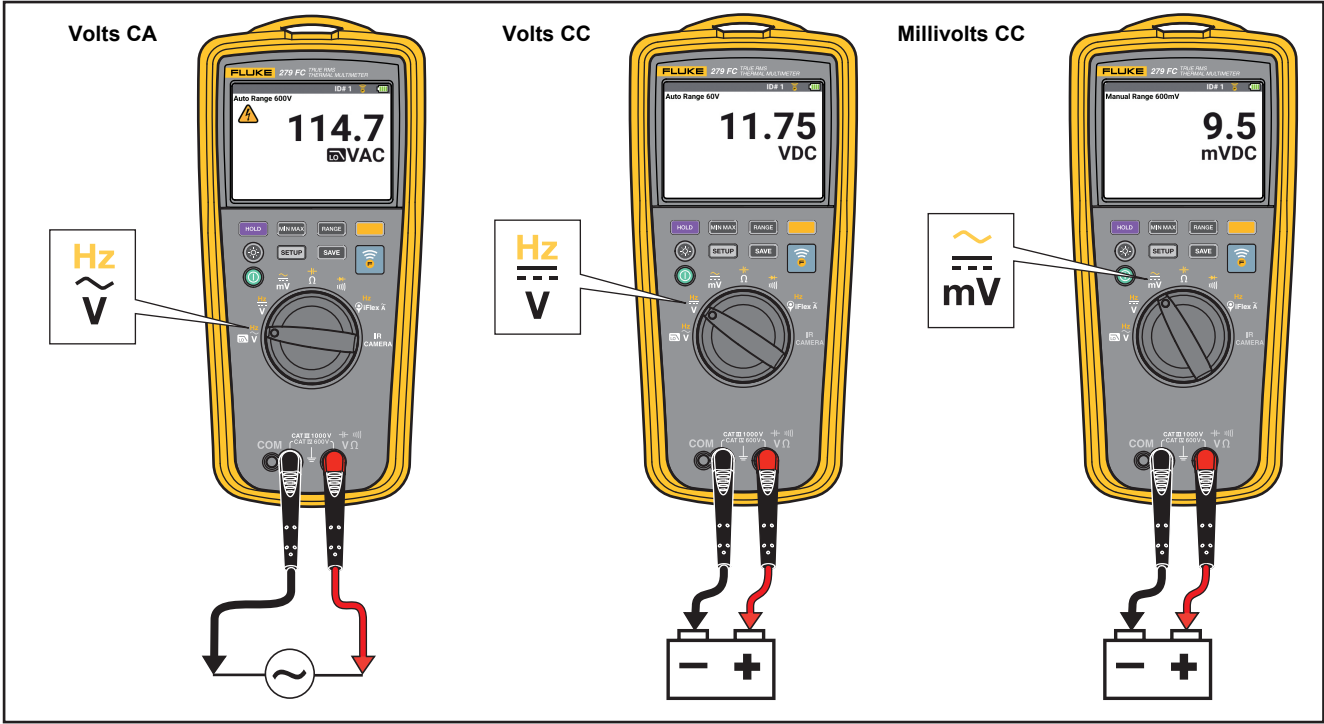

Figure 4. Mesures de tensions CA et CC
- Mesures de tensions CA et CC. Voir la Figure 4.
1. Placer le commutateur rotatif sur $\tilde{\text{mV}}$. Voir la Figure 4.